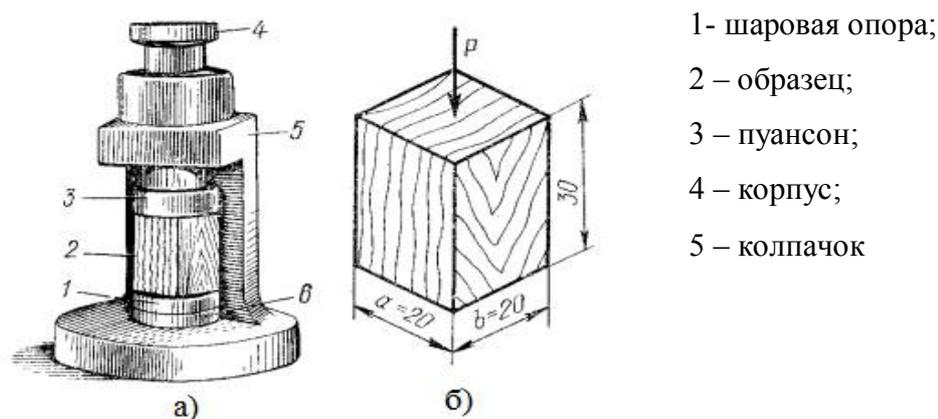

Рисунок 10 – Приспособление (а) для испытаний образцов древесины (б) на прочность при сжатии вдоль волокон
**Иллюстрации** следует нумеровать арабскими цифрами сквозной нумерацией. На все иллюстрации должны быть даны ссылки: «(рисунок 10)» или «...в соответствии с рисунком 10». Иллюстрации должны быть расположены как можно ближе к ссылкам на них в тексте.